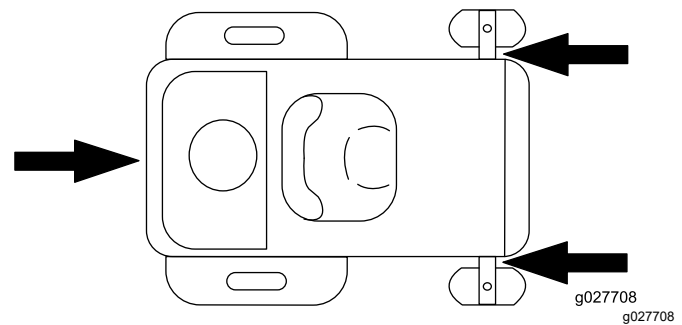

Bild 33
6. Vergurten Sie die Maschine in der Nähe der vorderen Laufräder und dem hinteren Rahmen mit Riemen, Ketten, Kabeln oder Seilen (Bild 33). Ziehen Sie in Bezug auf Anforderungen für Befestigungen geltende Vorschriften zurate.